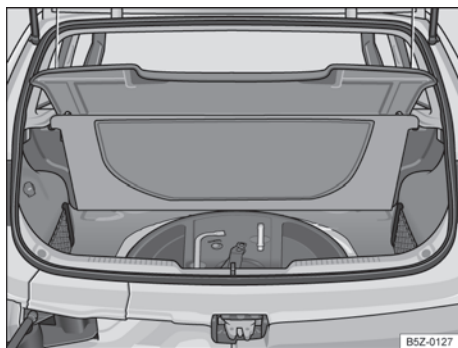

Fig. 129 No compartimento de bagagem embaixo do revestimento do assoalho: ferramentas de bordo. ▶
As ferramentas de bordo estão localizadas no compartimento de bagagem embaixo do revestimento do assoalho → Fig. 129.
- Levantar o revestimento do compartimento de bagagem → Fig. 129.